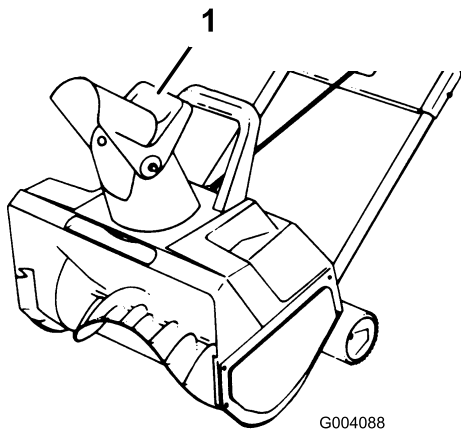

Figure 10
- Om de hoogte van de sneeuwstroom af te stellen, moet u de hendel van de geleider hoger of lager zetten (Figure 10).